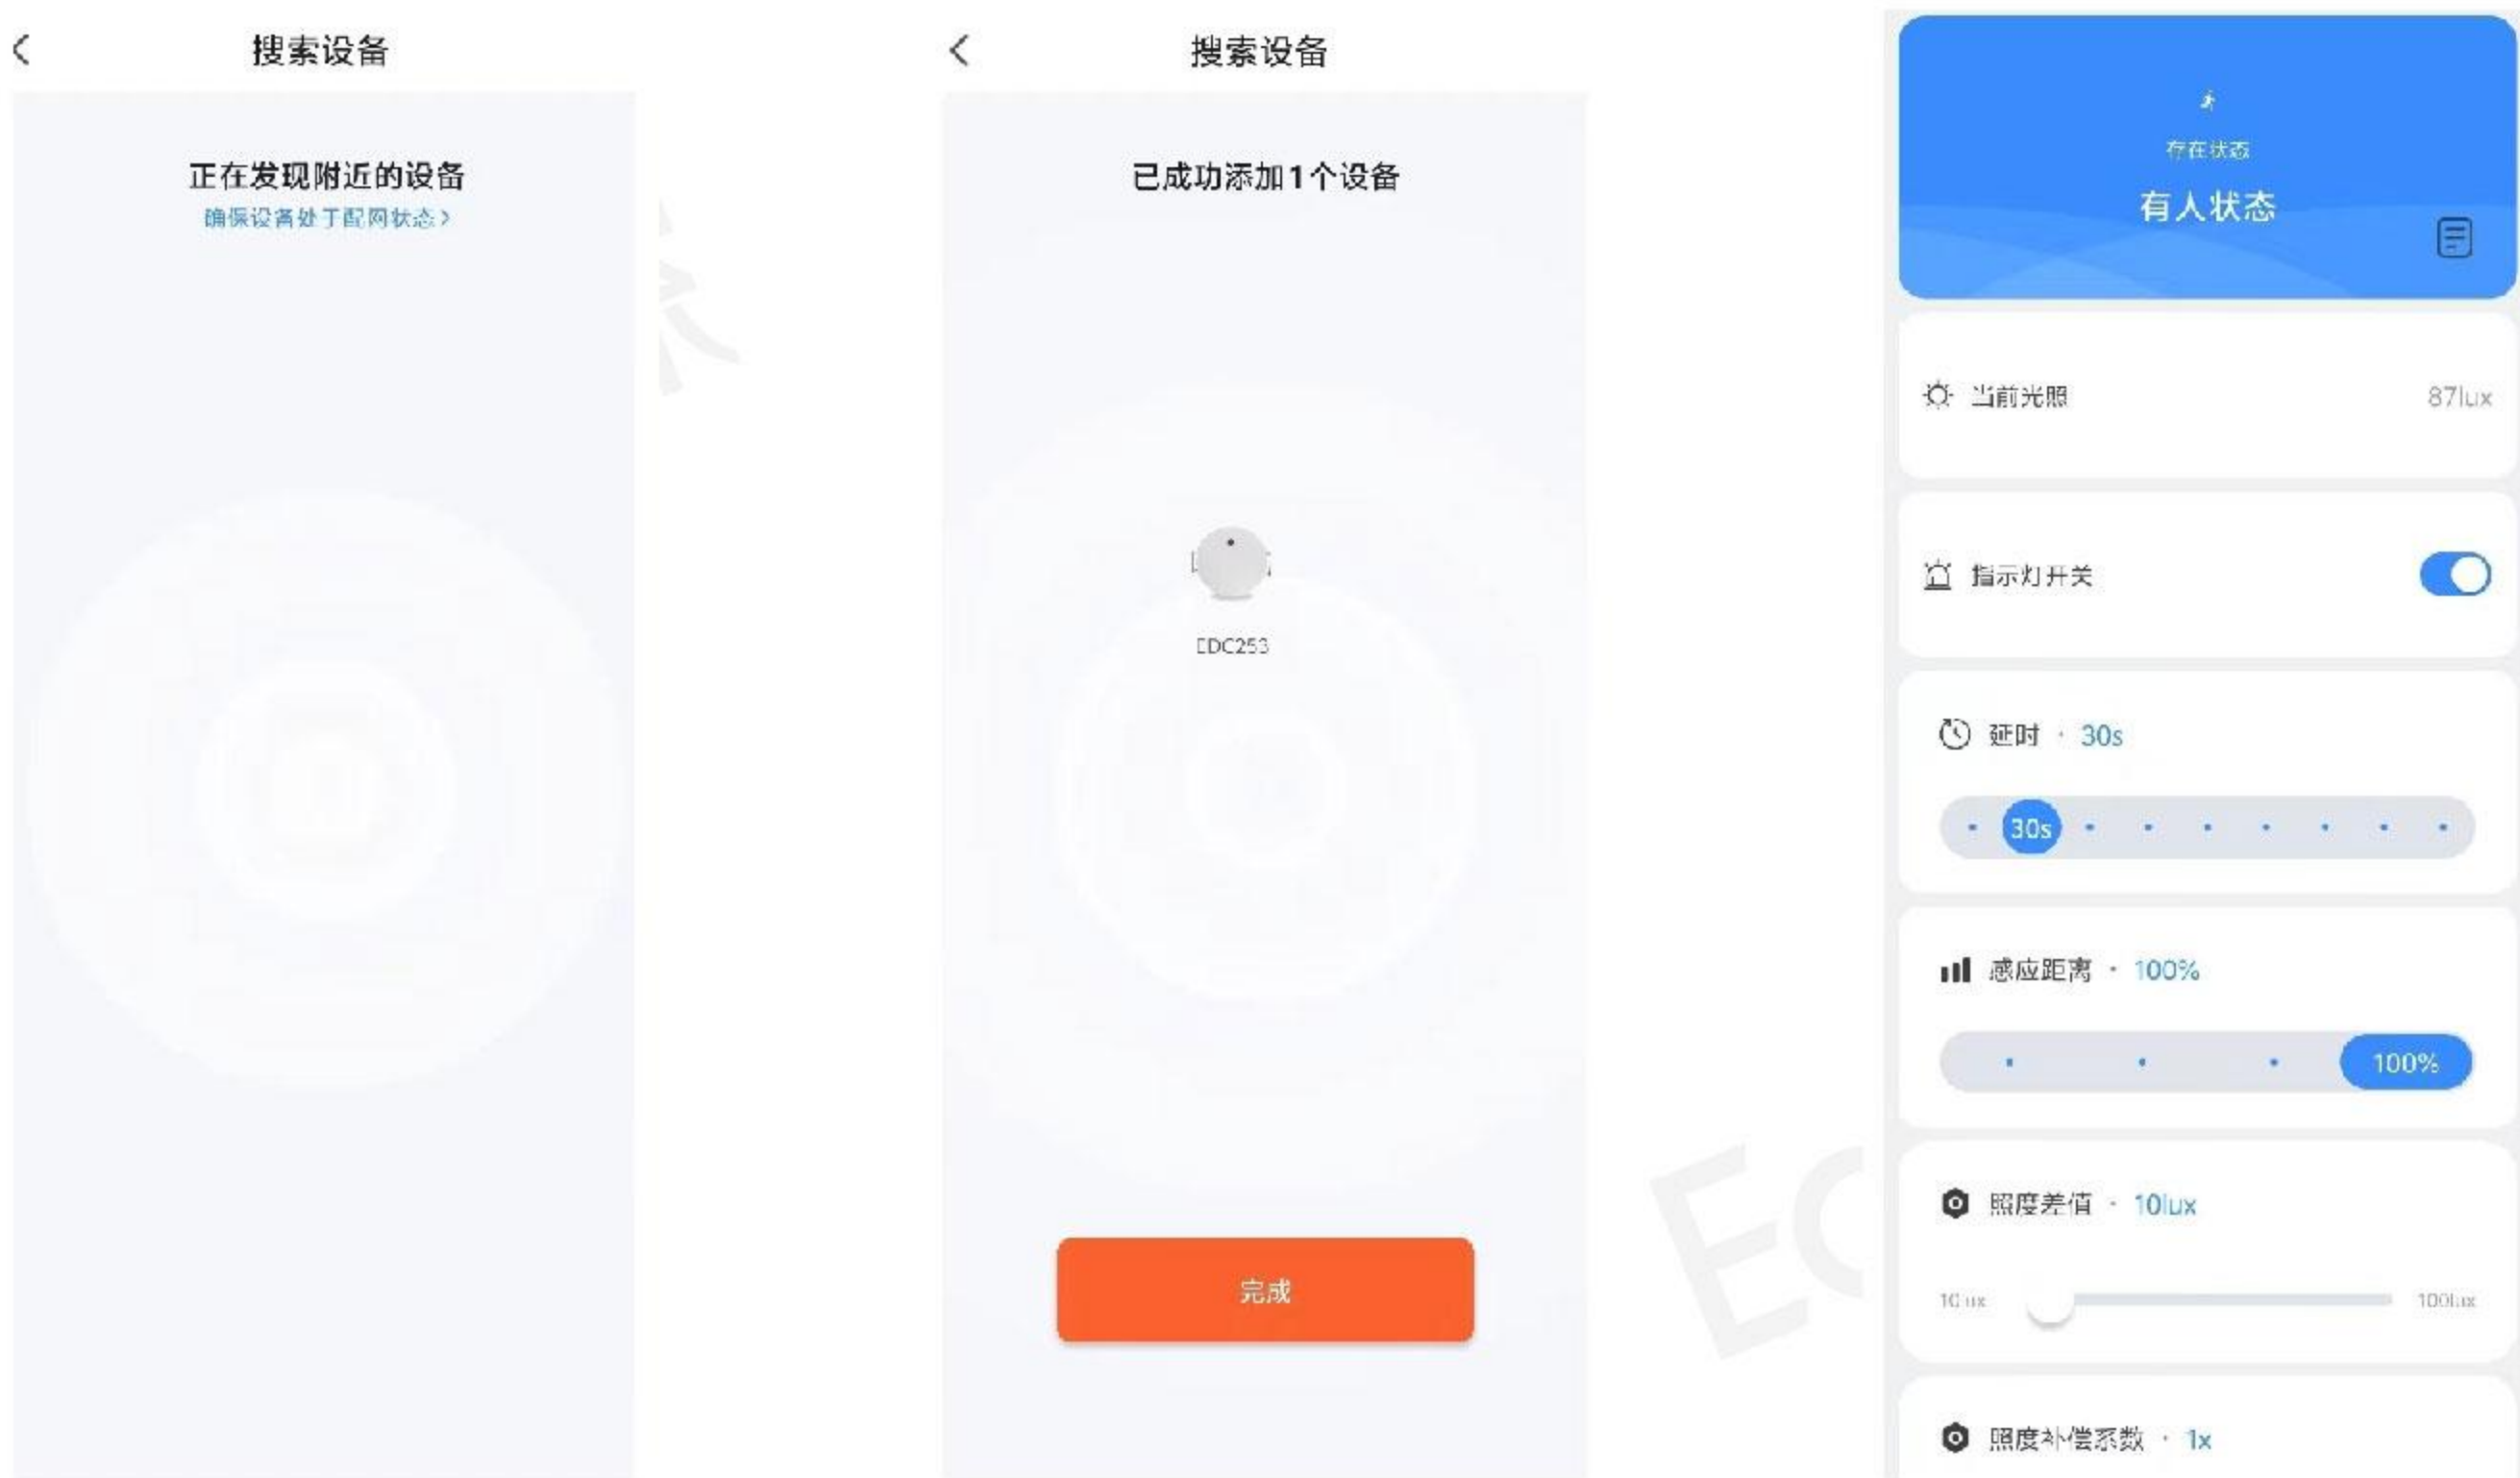

图2
- 2. 点击添加设备后进入搜索设备界面，当搜寻到处于配网设备时会显示已成功添加一个设备，点击完成，该设备代表已经入网成功，点击对应的传感器即可进入参数设置页。（图2）